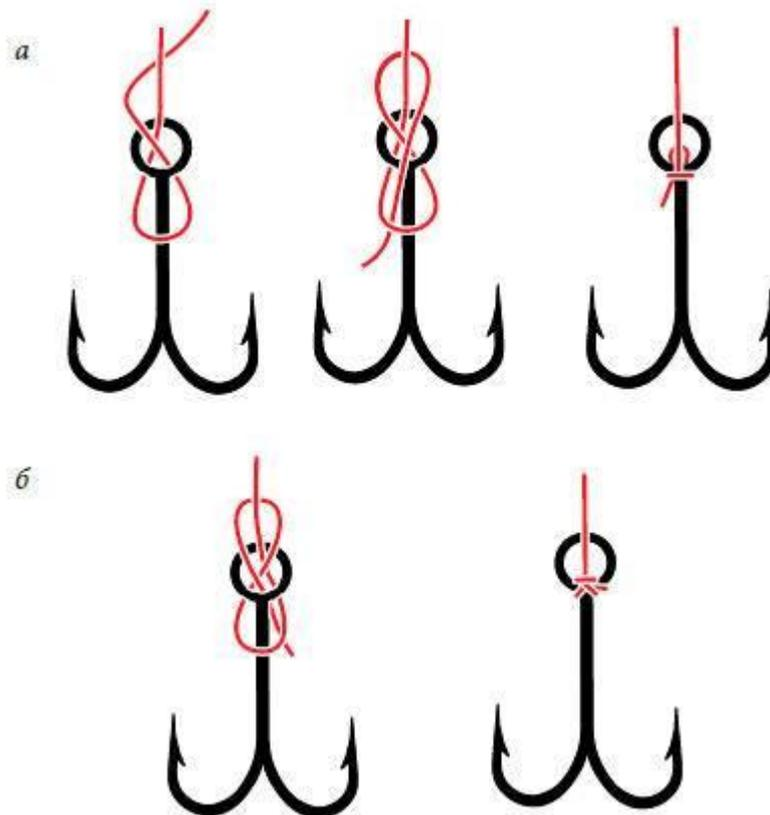

Рис. 51. Восьмерка: *а* – рыбацкая; *б* – канадская
1. Пропустить ходовой конец через кольцо и обвести вокруг штока, снова завести в кольцо и обвести вокруг коренного конца (рис. 51, а).
2. Завести ходовой конец в первую закрытую петлю (при проведении ходового конца через кольцо крючка и закрытую петлю получится вариант узла – канадская восьмерка (рис. 51, б)).